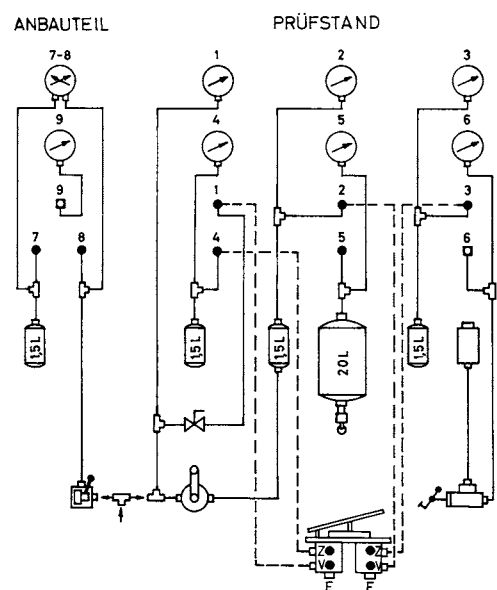

Abb. 3
3. a) Verschraubungen mit Dichtungen in die Geräteanschlüsse eindrehen. Je einen Doppelstutzen in die Anschlüsse "V" und "Z" der beiden Kreise, die anderen Geräteanschlüsse werden mit Verschlußschrauben verschlossen. (siehe Abb. 3)
b) Die beiden Schlauchanschlüsse 1 und 2 nach Prüfschema (Abb. 3) anschließen. Absperrhahn und Drehschieberventil öffnen.
6. a) Die beiden Schlauchanschlüsse 3 und 4 nach Prüfschema (Abb. 3) anschließen. Einstellen der Stellschraube (41)
b) Die beiden Stellschrauben (41) soweit herausdrehen, bis die Manometer 3 und 4 max. $0,3 \text{ kp/cm}^2$ Druck anzeigen. Die Druckdifferenz zwischen beiden Manometern darf höchstens $0,2 \text{ kp/cm}^2$ betragen.